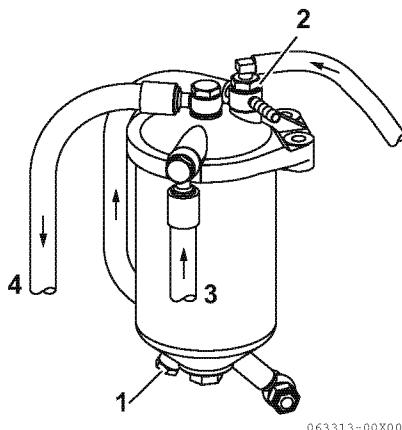

Figure 4
3. Allentare la vite di spurgo dell'aria (**Figure 4, (2)**) di mezzo giro.